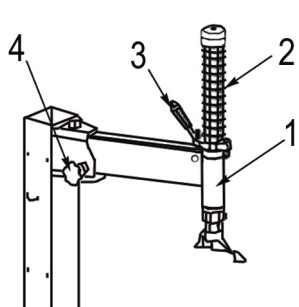
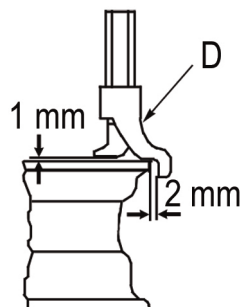

Bild 16a
Bild 16b
- Ziehen sie den Schwenkarm zurück und stellen Sie den Schwenkarm 1 (Bild 16a) und die Sechskant-Säule ein. Stellen Sie den Montagekopf gegen die Felge, stellen Sie den Griff 4 ein, fixieren Sie den Schwingarm und die Sechskant-Säule mit dem Griff 3. Stellen Sie sicher, dass sich der Montagekopf ca. 1 - 2 mm vom äußeren Rand der Felge entfernt befindet, um Kratzer an der Felge zu verhindern (Bild 16b).